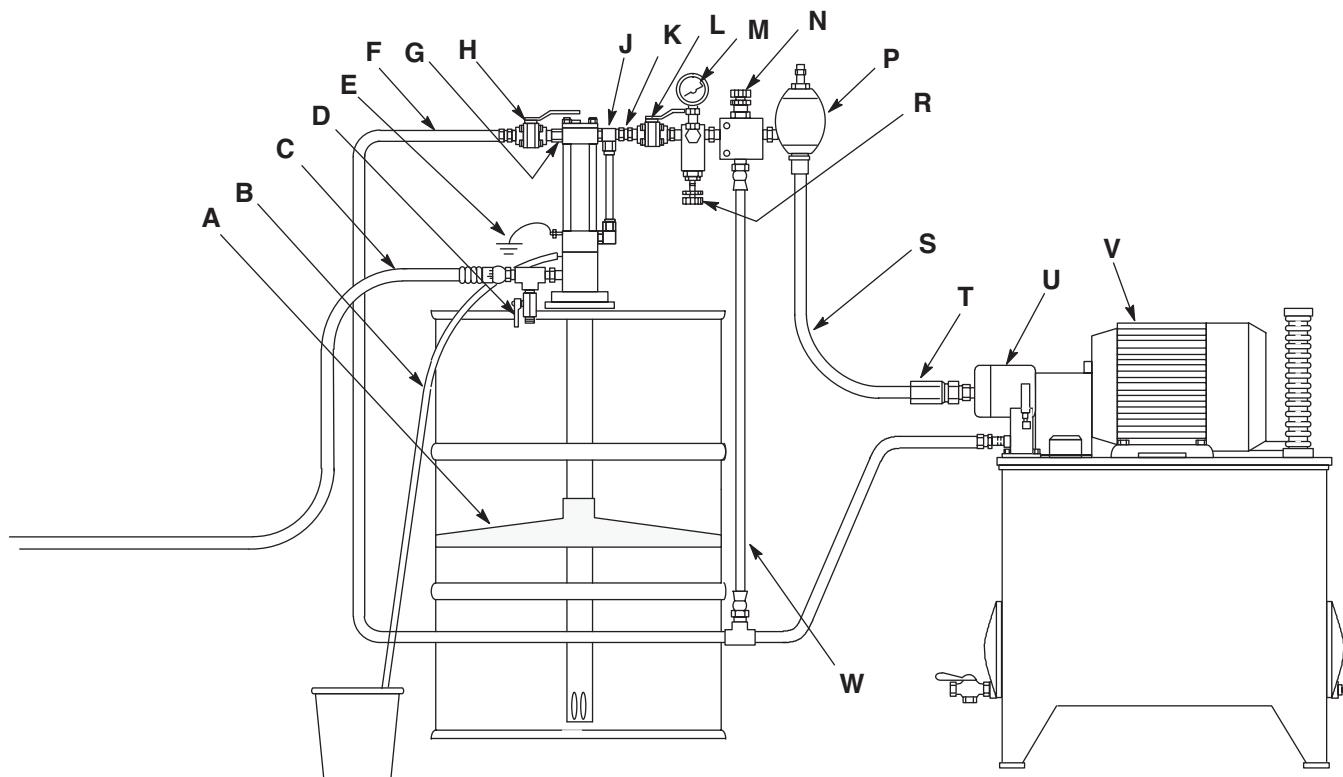

图 2: 典型安装
尽管图 2 所示的安装仅作为选择和安装系统组件和附件的指导，但部分设备是必需的，如图例中所注明。若需要设计一套适合您要求的系统，请联系 Graco 公司的经销商。
请参见图 2 了解以下说明中提及的零配件。
2. 关闭供应管路关闭阀 (L, 图 2)。
5. 关闭回路管路关闭阀 (H)。